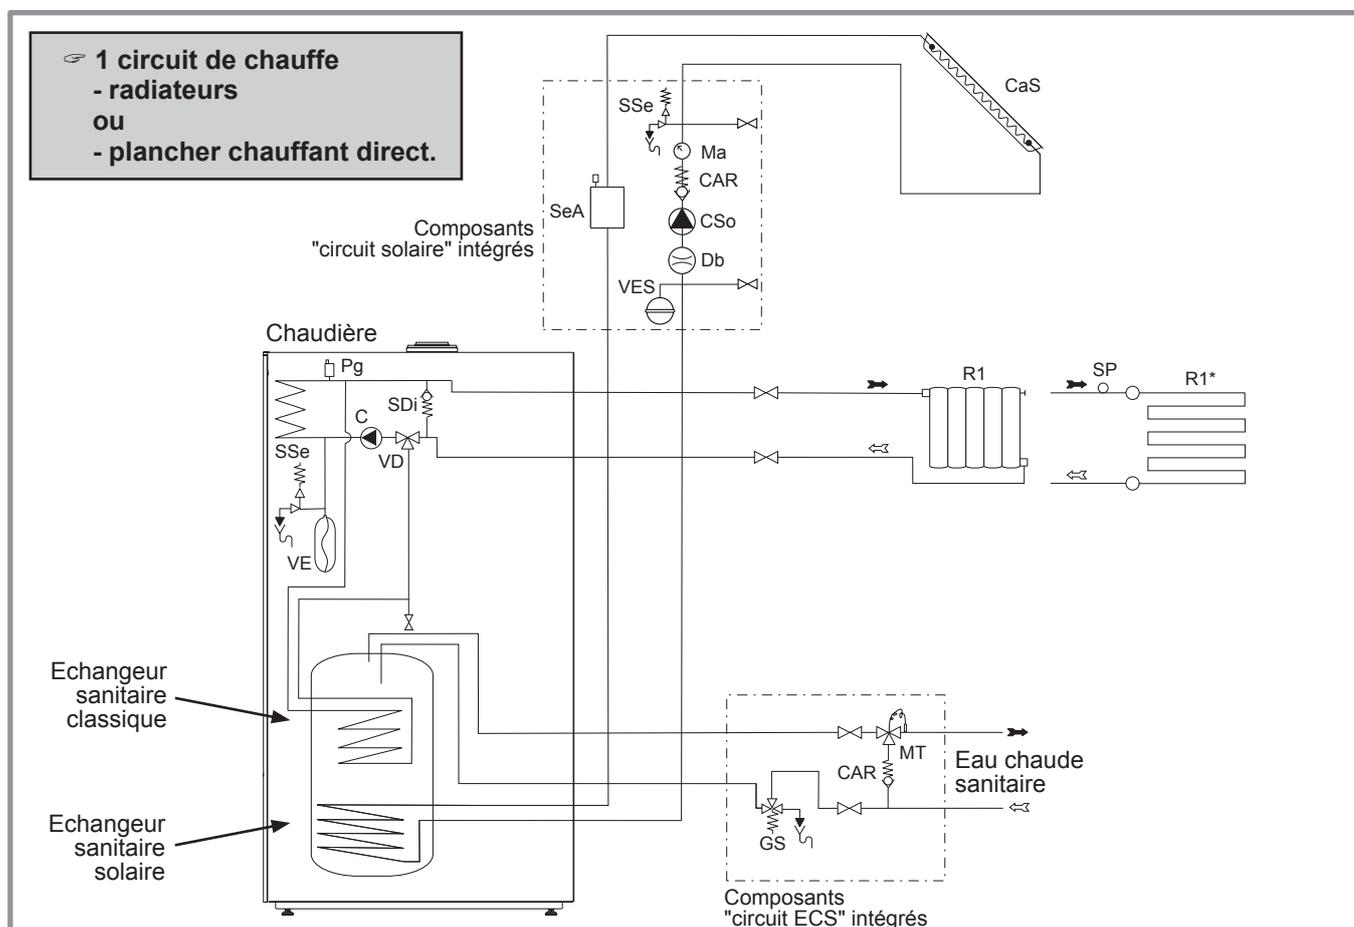

Figure 18 - Schéma hydraulique de principe, 1 circuit (radiateurs ou plancher chauffant direct)
- Respecter les longueurs maxi autorisées (figure 18).
(voir Figure 18)